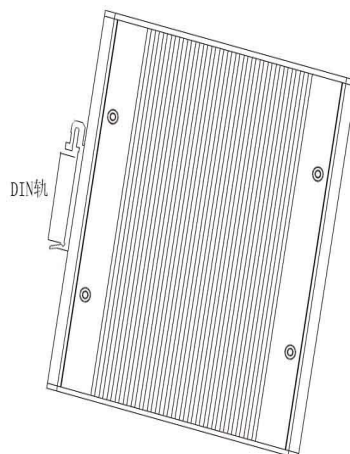

图 4-1 WitNet IES3010 安装方式图
大多数的工业应用采用 35mm 标准 DIN 卡轨式安装，其安装尺寸如图 4-1 所示。
- 如图 4-1 中所示，将 DIN 轨卡入 DIN 卡轨连接座，确认 WitNet IES3010 设备可靠地安装到 DIN 轨上。